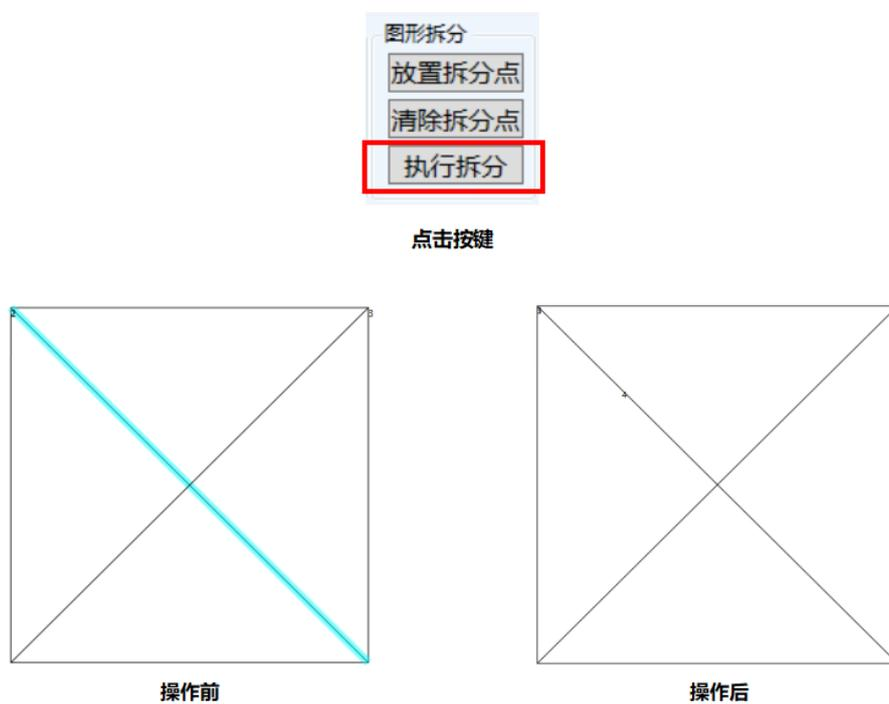

图 5.6.7d 图形拆分操作示意
③点击“执行拆分”后，会退出单图编辑，图形列表中会多出一个图形，单图编辑的图形会被分割成两个。如下图 5.6.7d 所示。